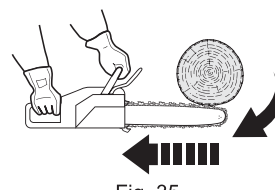

Fig. 35
2. Si la chaîne (14) est pincée contre le bord supérieur du guide-chaîne (13), celui-ci peut être projeté brutalement vers l'arrière («rebond») (fig. 35).